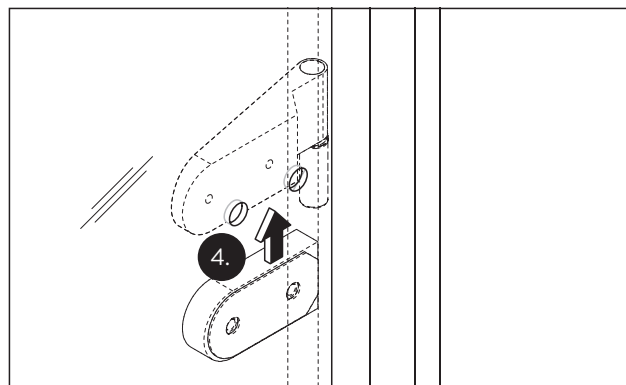

Abb. 9 Futterstück positionieren
4. Die Futterstücke auf der Bandseite zwischen dem Glastürflügel und den Rahmenteilen positionieren (Abb. 9).